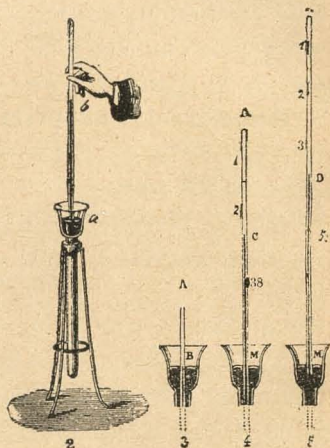

Fig. 54.
2.º *Caso de las presiones inferiores á una atmósfera.*—*Cubeta profunda* (fig. 54).—La *cubeta profunda* es una cubeta de vidrio cuyo fondo está formado por un largo y ancho tubo de hierro. Se llena casi enteramente de mercurio un tubo de Torricelli, y se lo vuelca en la cubeta profunda, sumergiéndolo hasta que el mercurio del tubo llegue al nivel del mercurio de la cubeta. Así se aísla en  $A$  un volumen de aire bajo la presión atmosférica.